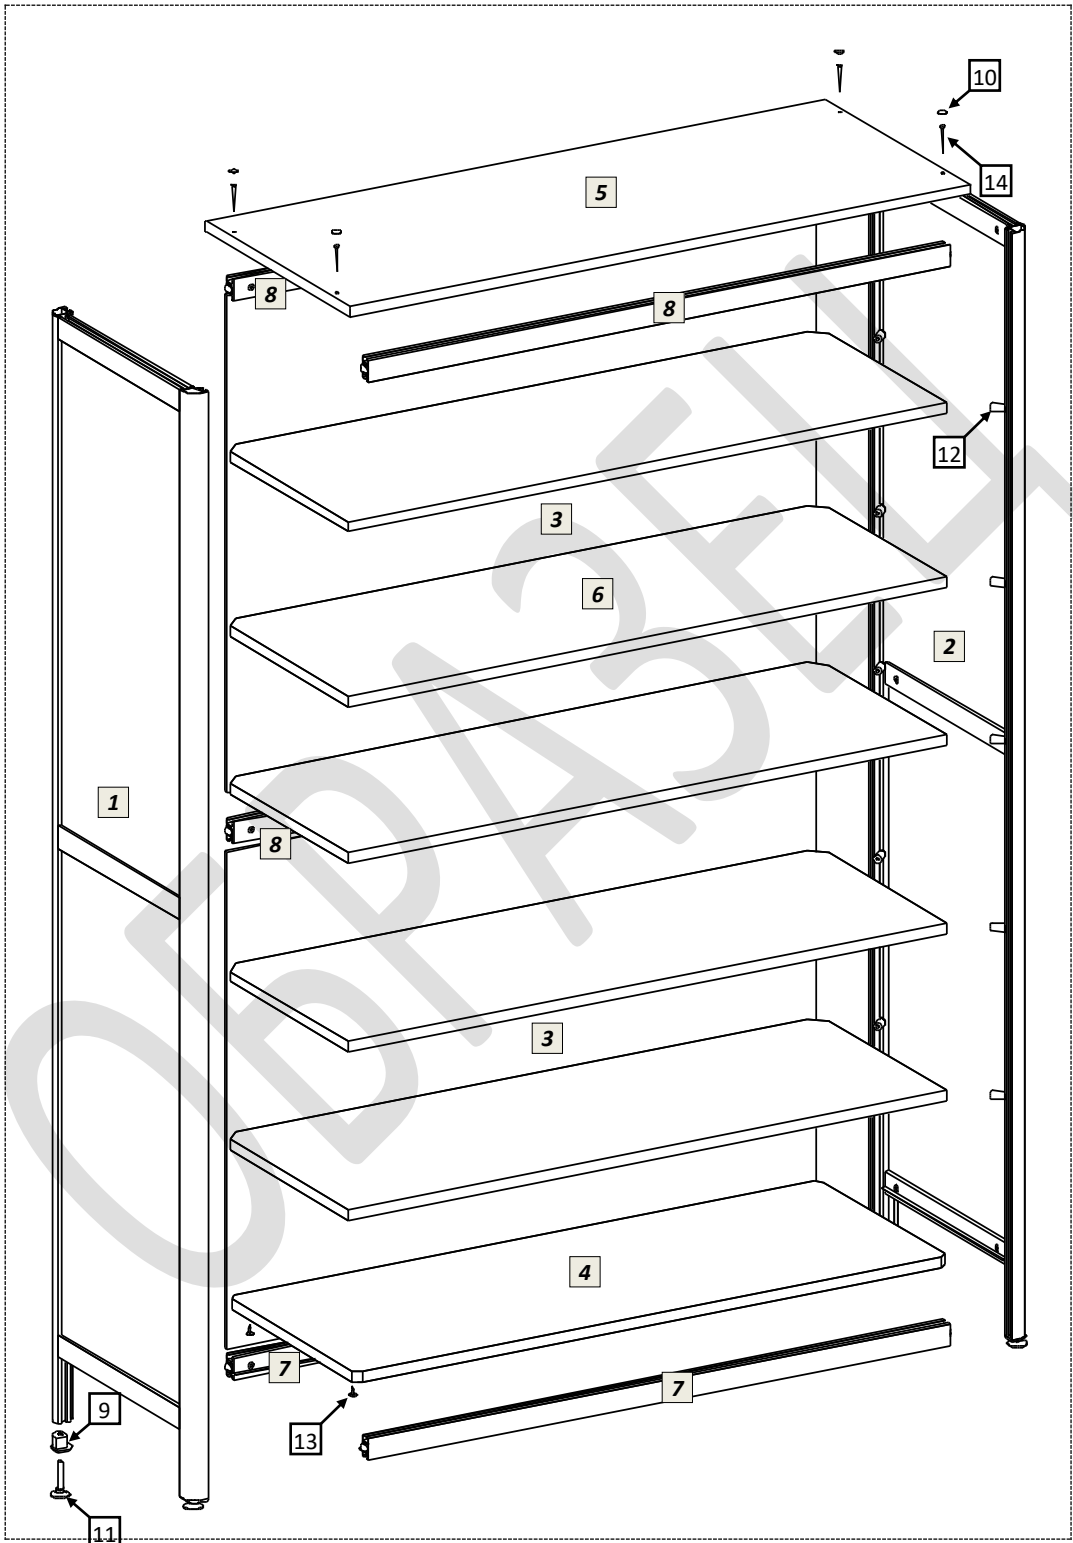

рис.1
- 5.1 Распаковав шкаф, внимательно ознакомьтесь со схемой сборки, изображённой на рис.1. Согласно позициям на схеме и комплекточной ведомости определите расположение деталей в изделии и порядок их сборки. Сборка производится на ровном полу, укрытом материалом, предотвращающим повреждение покрытия пола и деталей мебели. Подготовьте необходимые для сборки инструменты – плоскую и крестовую отвёртки, молоток, рулетку или линейку, гаечный ключ 12мм для регулировки опор.